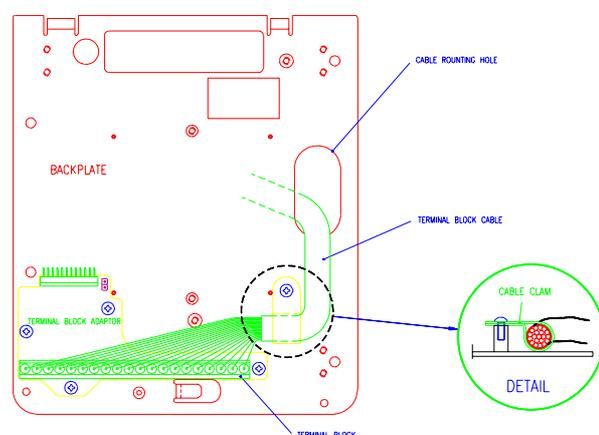
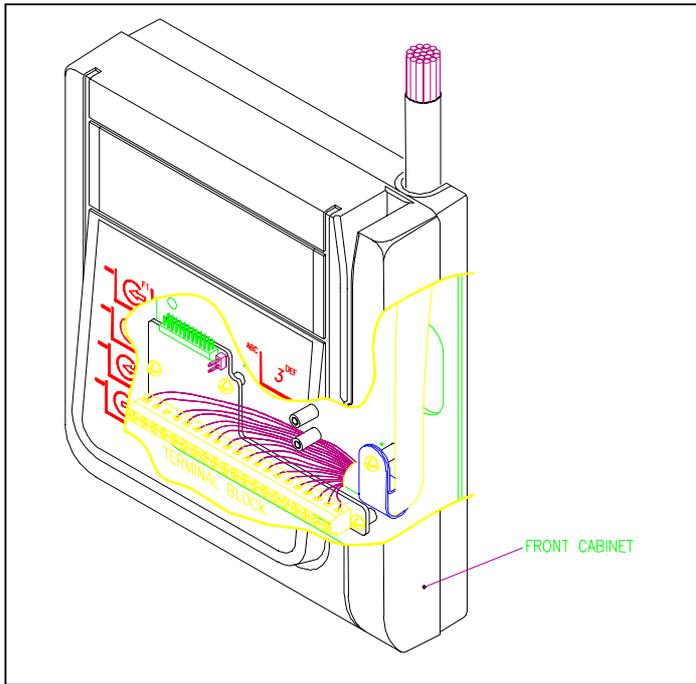

図 8-5 バックプレートを通すケーブルの引き回し
図 8-6 フロント・キャビネットを通すケーブルの引き回し
通信補助インターフェースとしてターミナル・ブロックを使用する場合、バックプレートからのケーブル引き回しについては図 8-5 を、そしてフロント・キャビネットを通すケーブル引き回しについては図 8-6 をご覧下さい。
2. バックプレートまたはフロント・キャビネットを通して信号線を配線します(図 8-5 バックプレートを通すケーブルの引き回しを参照)